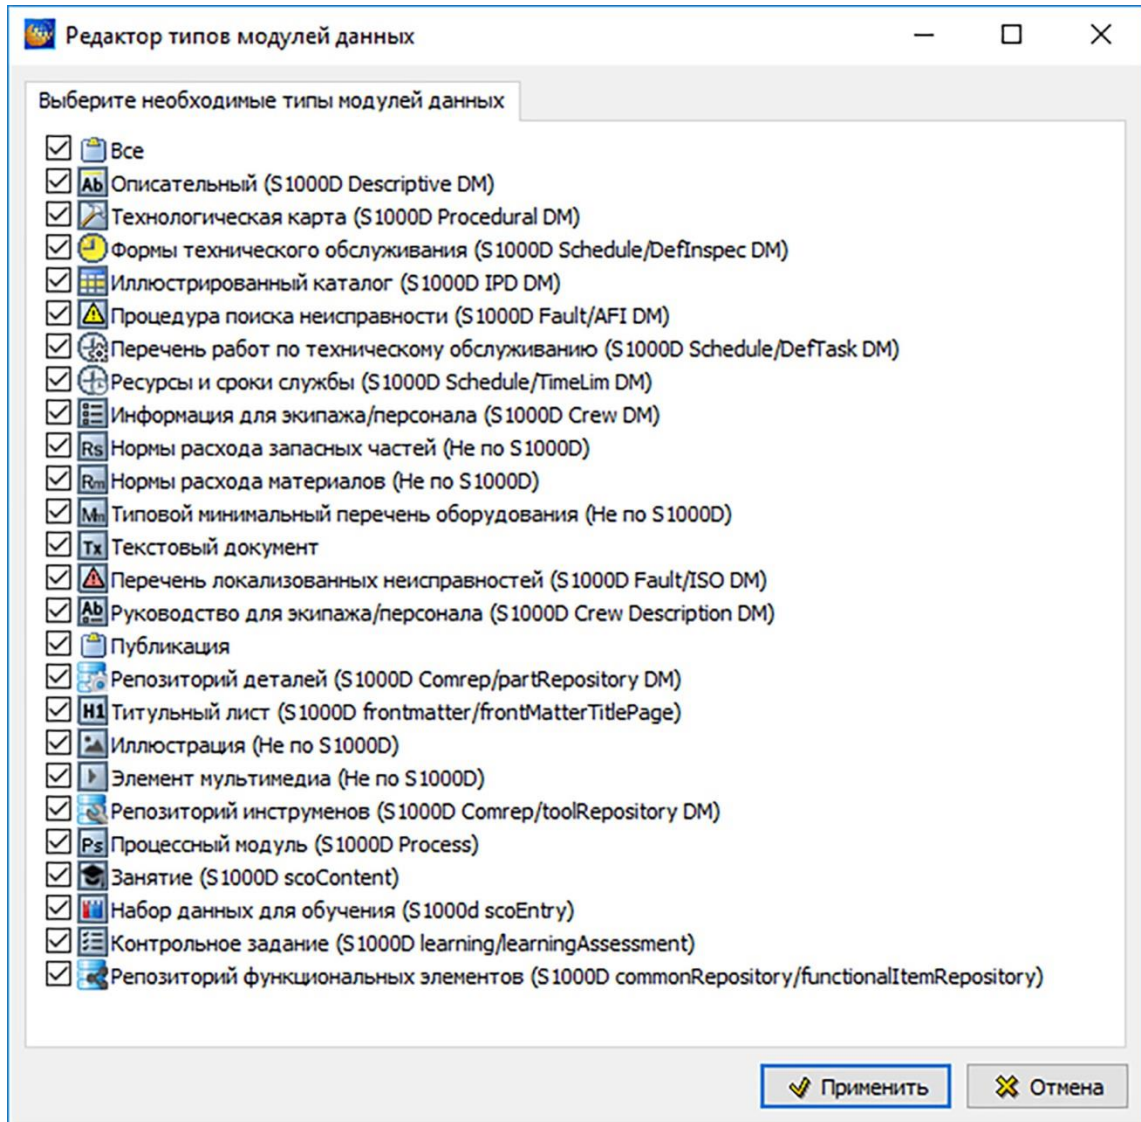

Рисунок 342
– **По типу модуля данных.** Для выбора определенных типов МД для поиска включите радиокнопку у параметра **Выбранные типы** и нажмите на кнопку [...] справа от иконок МД. В окне **Редактор типов модулей данных** укажите требуемые для поиска типы МД и нажмите на кнопку **Применить** (рисунок 342).